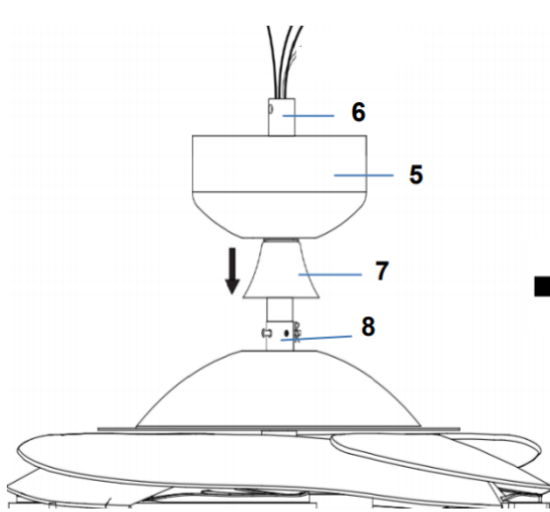
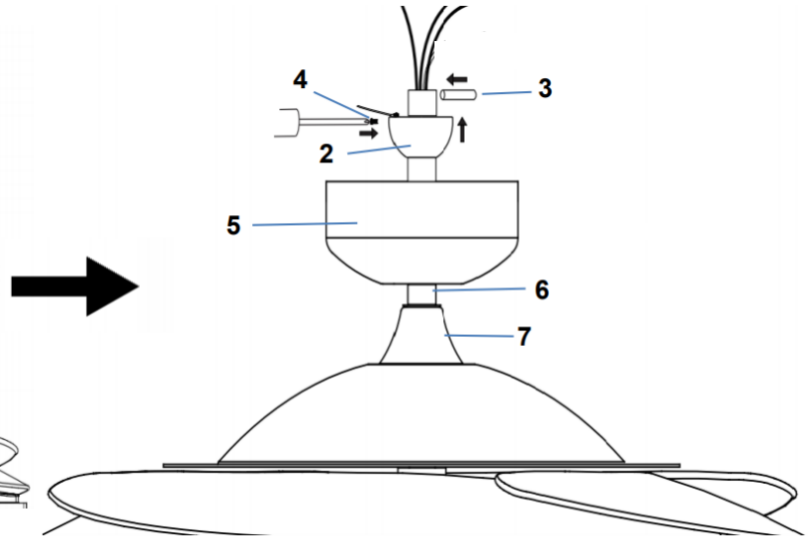

Fig. 6.5
Fig. 6.6
6. Inserte la cubierta decorativa (7) en la varilla descendente (6) para cubrir la caja de acoplamiento de la varilla descendente (8).(Fig. 6.5)
7. Inserte el dosel (5) sobre la varilla descendente (6) e instale nuevamente la junta de bola (2) y el pasador cilíndrico (3) en la varilla descendente (6) y asegúrelos ajustando los tornillos de fijación (4). (Fig. 6.5 y Fig. 6.6)